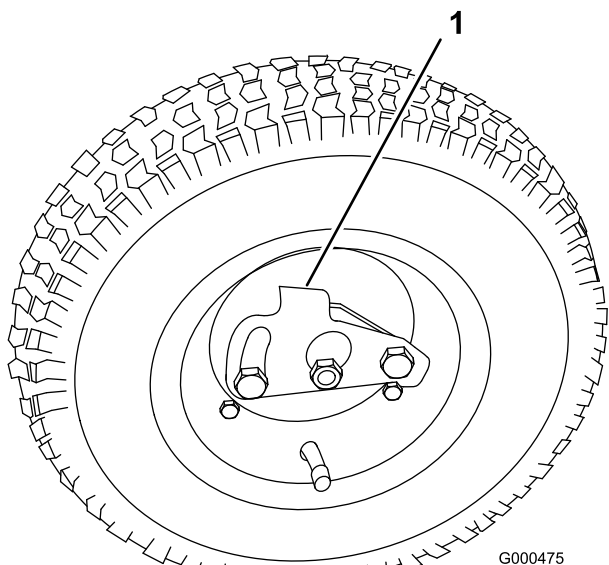

图20
2. 将行走轮锁定夹压向轮的中心然后将行走轮滑到六角轴上 (图20)。